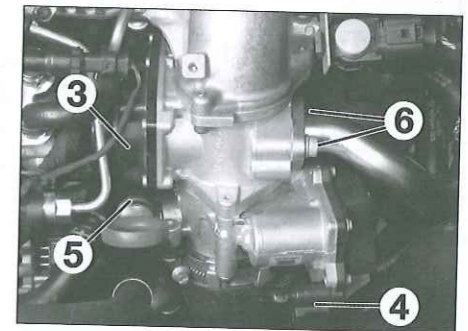

Fig. 67
- Desconectar el conector de la válvula de reciclaje de los gases (3) y la caja de mariposa motorizada (4) (Fig.67).
- Desmontar los tornillos de fijación de la sonda (5) así como el tubo (6) de conexión de los gases de escape.